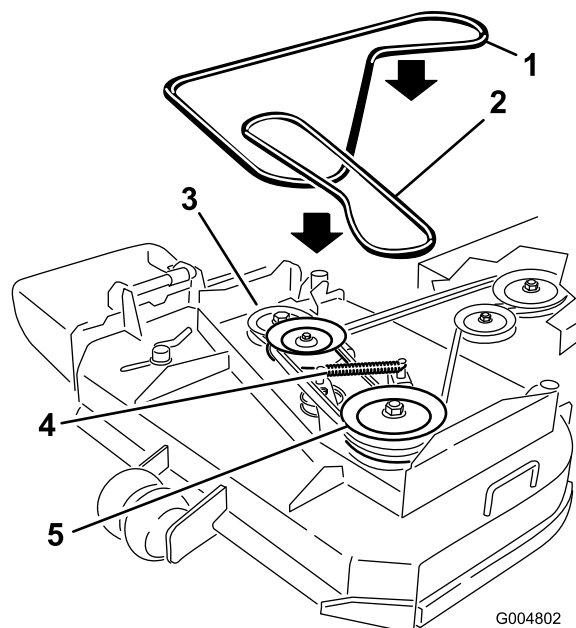

Figura 38
6. Scollegate la molla del braccio di rinvio per rilasciare la tensione sul braccio di rinvio e sulla puleggia tendicinghia, quindi toglie la cinghia del tosaerba consumata (Figura 38).
7. Montate la nuova cinghia del tosaerba attorno alle due pulegge del mandrino esterne, alla puleggia tendicinghia, e nella scanalatura inferiore della puleggia del mandrino doppia (Figura 38).
8. Collegate la molla del braccio di rinvio (Figura 38).
10. Regolate la guida della cinghia a 3 mm dalla cinghia (Figura 38).